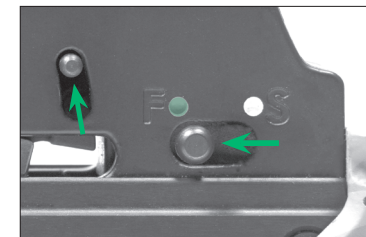

FIGURE 14
1. Enfoncez le cran de préparation à l'armement et maintenez-le enfoncé vers le haut (Fig. 14).
2. Tout en maintenant le cran de préparation à l'armement enfoncé, glissez le cran de sûreté de la position « SAFE » (lettre S) à la position « FIRE » (lettre F) (Fig. 14).